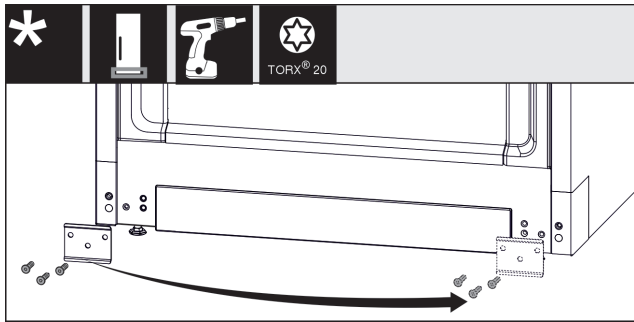

Fig. 13
- ▶ Odskrutkujte plech, premiestnite ho na druhú stranu a znova priskrutkujte. Fig. 13 (1)